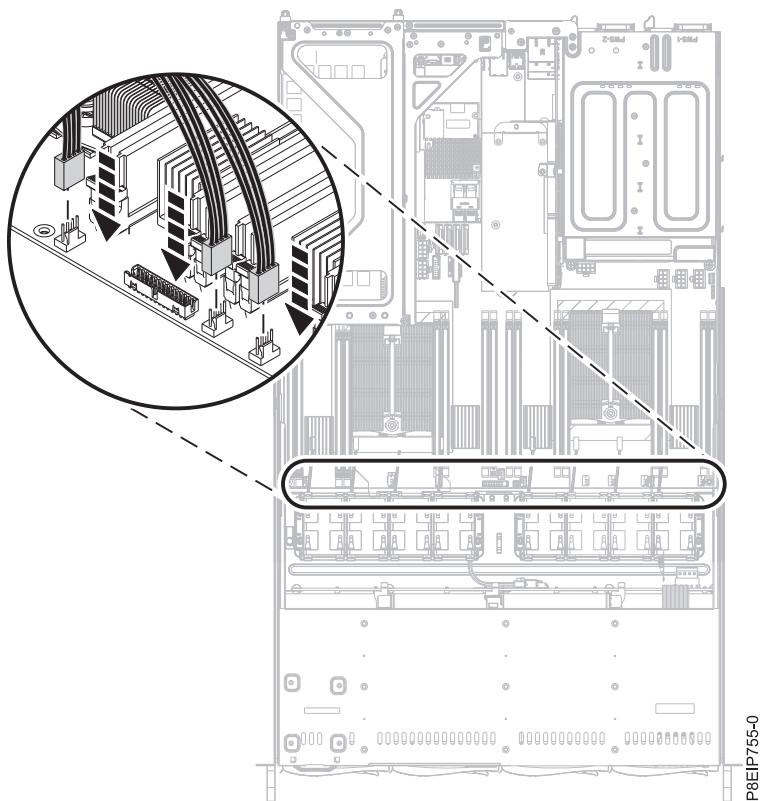

図 21. プラグの再取り付け
4. ファン・ケーブルをシステム・バックプレーンに接続します (26 ページの図 21 を参照)。